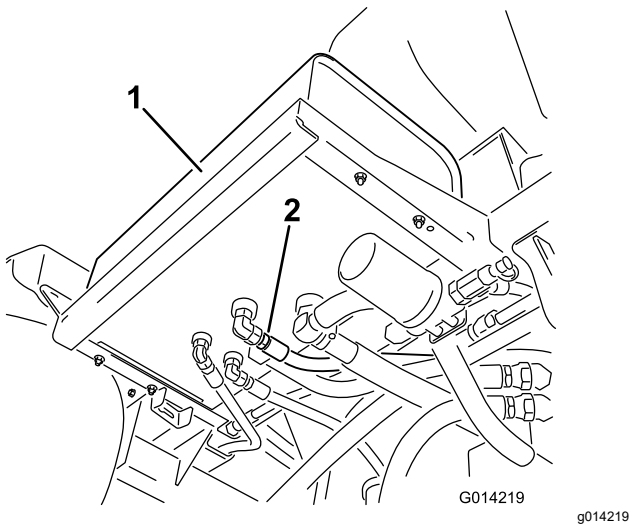

Figure 144
- Nettoyez la surface autour d'un raccord de flexible hydraulique au bas du réservoir d'huile hydraulique (Figure 144).
4. Débranchez le raccord de flexible du réservoir et vidangez l'huile dans le bac de vidange (Figure 144).